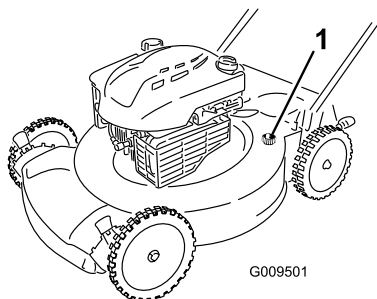

Figura 20
5. Collegate una canna da giardino al rubinetto dell'acqua e al foro di lavaggio (Figura 20).